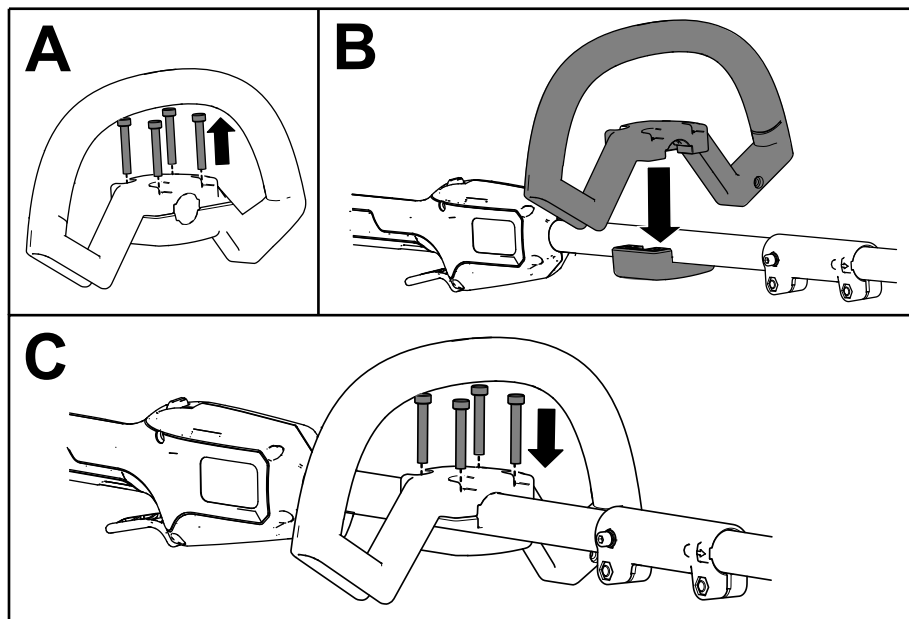

Рисунок 5
1. Отделите вспомогательную рукоятку от пластины рукоятки, отвернув 4 винта с головкой под торцевой ключ с помощью прилагаемого шестигранного ключа (А на Рисунок 5).
2. Выровняйте дополнительную рукоятку с пластиной дополнительной рукоятки на валу (В на Рисунок 5).
3. Прикрепите дополнительную рукоятку к пластине рукоятки с помощью 4 ранее удаленных винтов с головкой под торцевой ключ (С на Рисунок 5).